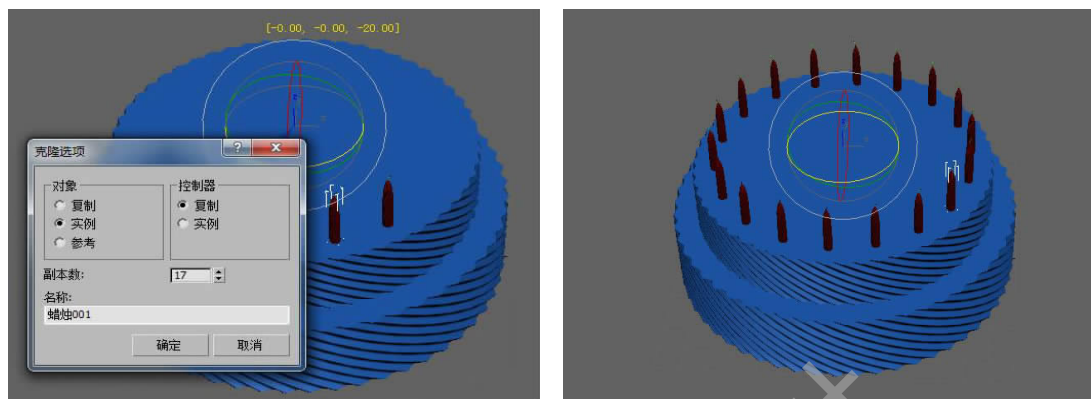

图 2-70 旋转复制
Step 14. 关闭“仅影响轴”按钮, 打开  角度捕捉, 按着 Shift 键使用旋转工具旋转并复制蜡烛, 如图 2-70 所示。